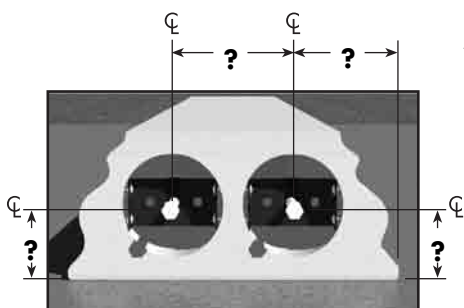

図 4A
- A) 8mm - 18 x 127mm 六角キャップネジをベアクロブラケットの中央の穴に入れ、図のように中心の位置を測ります。(図 4A)